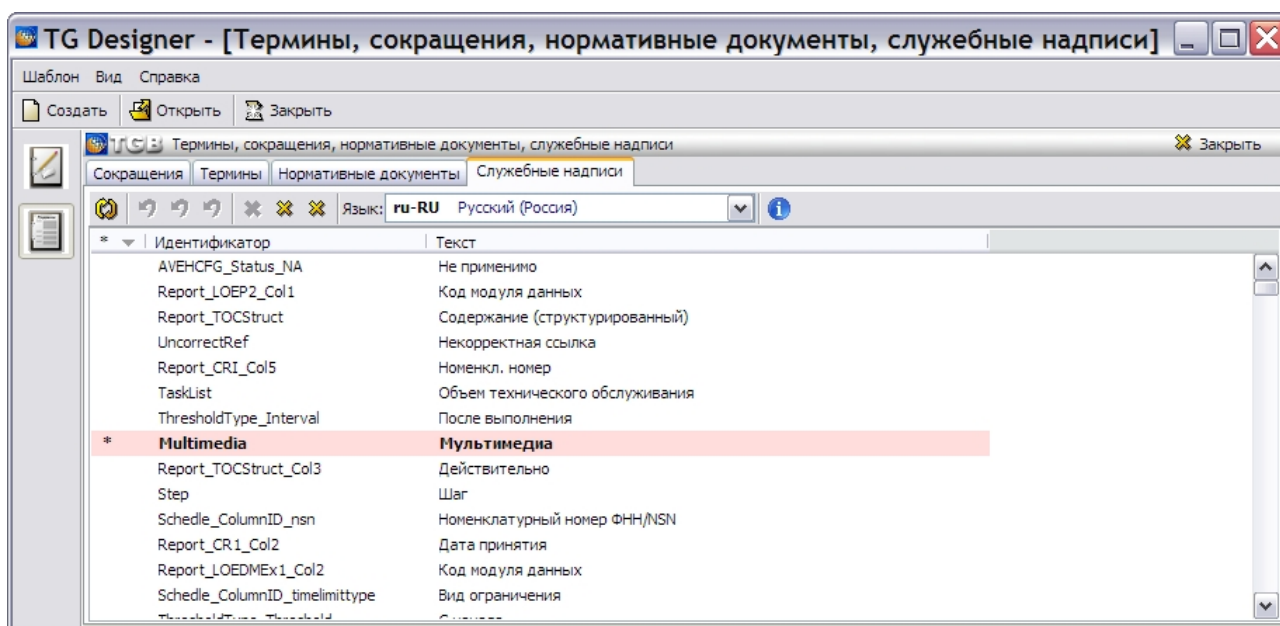

Рис. 7.21
- Отредактируйте служебную надпись и нажмите на клавишу ENTER на клавиатуре. Измененная служебная надпись будет выделена жирным шрифтом, строка с надписью окрасится (Рис. 7.21).